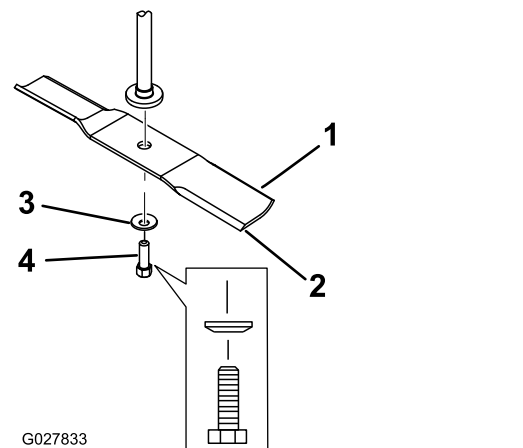

Figure 60
2. Enlevez de l'axe, le boulon, la rondelle bombée et la lame (Figure 60).
1. Placez la lame sur l'axe (Figure 60).
2. Posez la rondelle courbe (face concave vers la lame) et le boulon de lame (Figure 60).